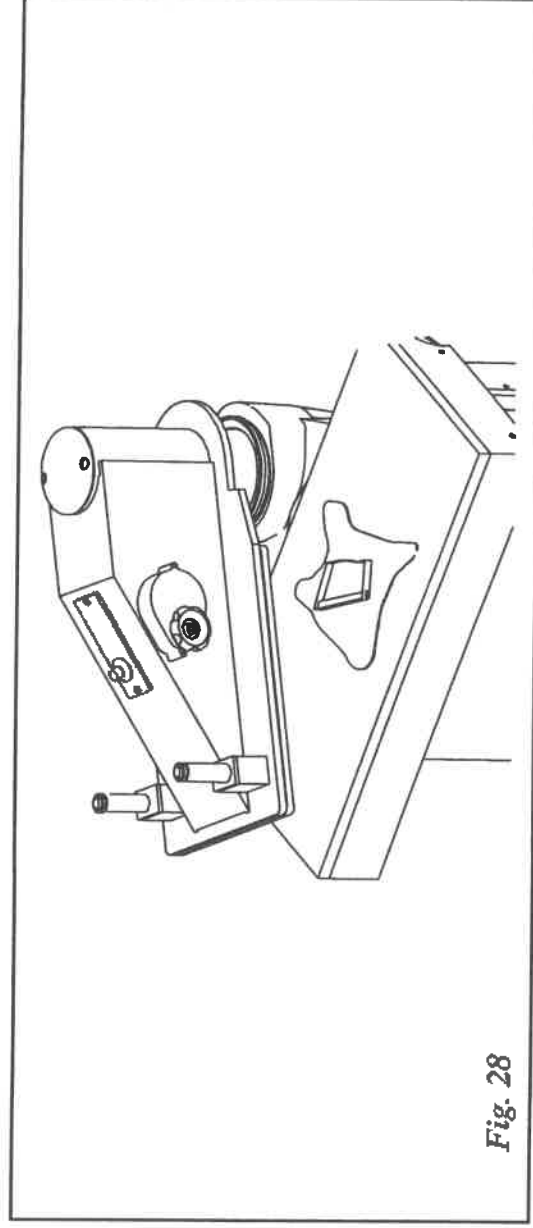

Fig. 28
- stendere il materiale sul piano di taglio ed appoggiare la fustella su di esso (Fig. 28);